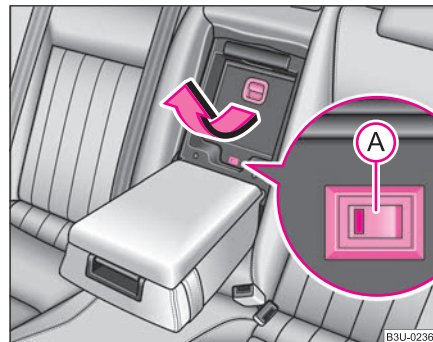

Fig. 75 Minifrigorífico ►
- Tire del tirador ⇒ página 92, fig. 75 y abata la tapa hacia abajo.
- El funcionamiento del minifrigo se conecta o desconecta con el conmutador **(A)** ⇒ página 92, fig. 75. Se señala encendiéndose el testigo de control en el conmutador.